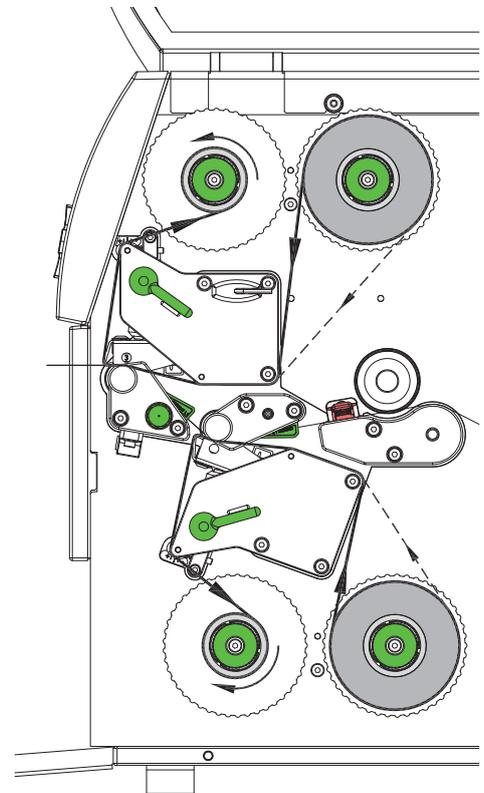

Figura 13 Percorso del nastro transfer
6. Spingere un'anima (4) adeguata sull'avvolgitore di nastri transfer (5) e posizionarla e fissarla allo stesso modo del rotolo di nastro.
7. Condurre il nastro transfer attraverso la meccanica di stampa come rappresentato nella figura 13. La linea continua vale per nastri con il lato rivestito avvolto verso l'interno, mentre quella tratteggiata per i nastri con il lato rivestito avvolto verso l'esterno.
8. Fissare l'estremità iniziale del nastro transfer centrandolo sull'anima (4) con un nastro adesivo. Nell'impiego di anime più larghe del nastro transfer, utilizzare la scala graduata (7) sull'angolo di addendum per orientare il nastro.